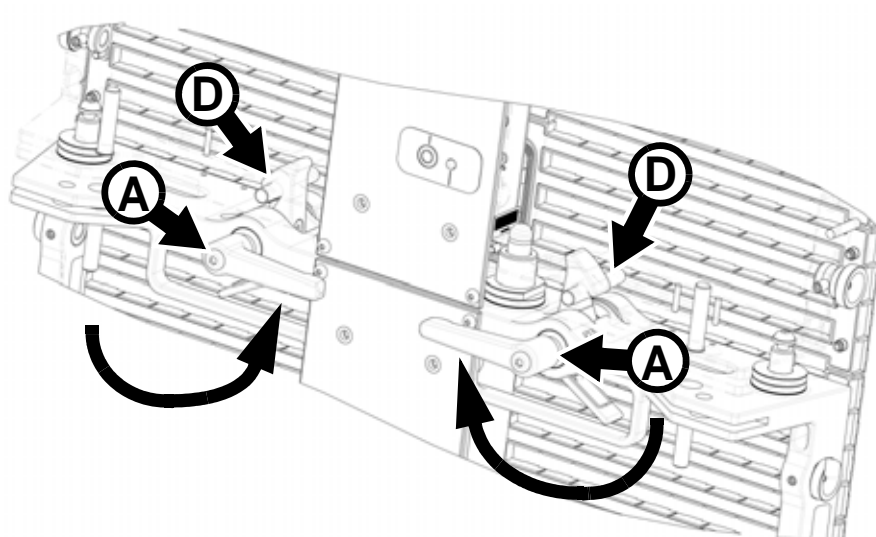

Figure 13: Poignées fermées pour verrouiller les crochets (vue écorchée)
8. Continuez à suspendre des panneaux en suivant la procédure ci-dessus : retrait du capuchon, accroche, verrouillage comme indiqué en Figure 13. Vous pouvez suspendre jusqu'à 16 panneaux sous un même Bloc de Tête.